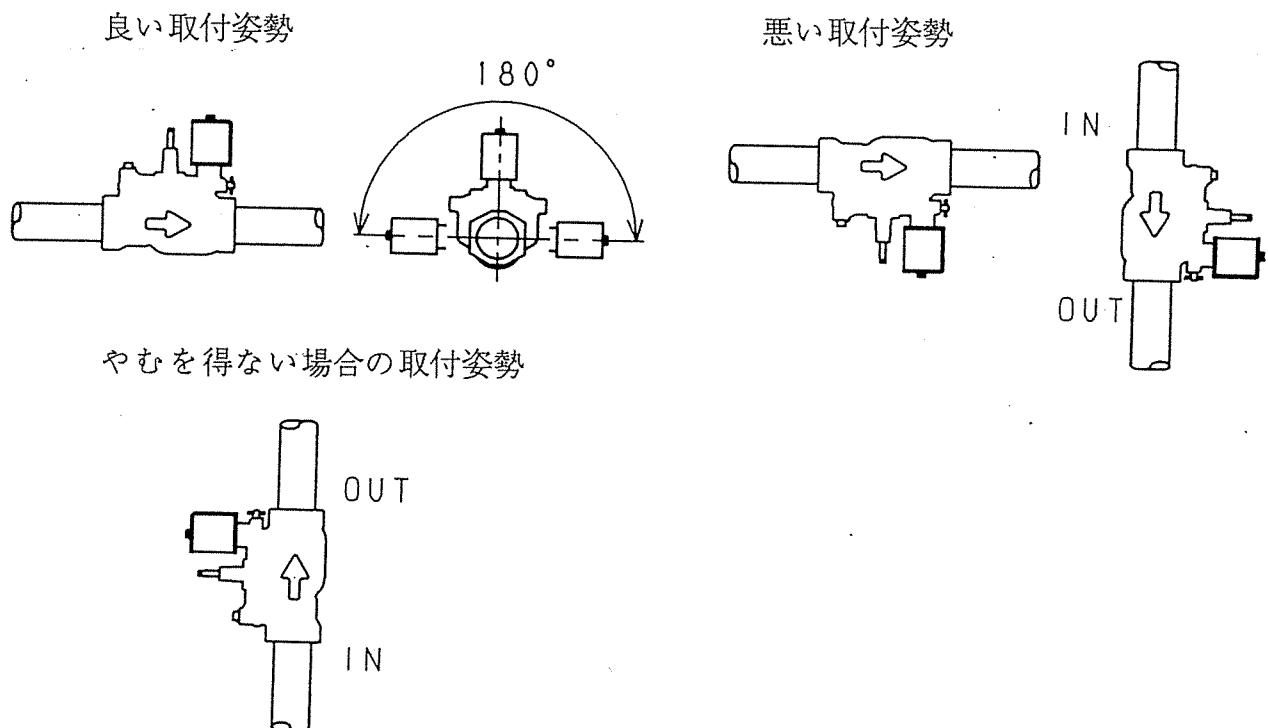

図1
- (1) 電磁弁の取付姿勢はコイル部を上にした水平配管にてご使用ください。やむを得ず、垂直配管せざるを得ない場合は電磁弁のINポートが下側、OUTポートが上側になるよう配管してください。(図1参照)